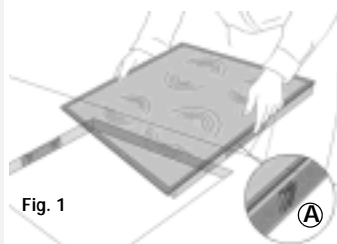

Fig. 1
- Plasser de 4 klemmene (A) på rammen på platetoppen, i det dertil beregnede sporet Fig. 1